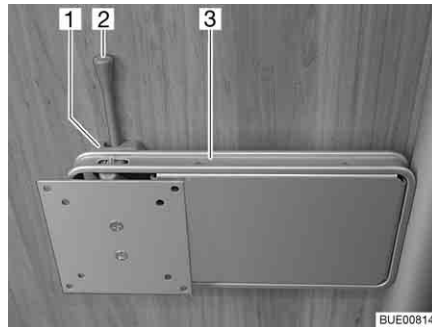

Bild 72 Fäste på pelare
- Tryck låsspaken (Bild 72,2) åt sidan och sväng fästet (Bild 72,3) med den platta bildskärmen till önskat läge.
- Vrid tillbaka den platta bildskärmen tills fästet (Bild 72,3) hakar fast i låset (Bild 72,1).